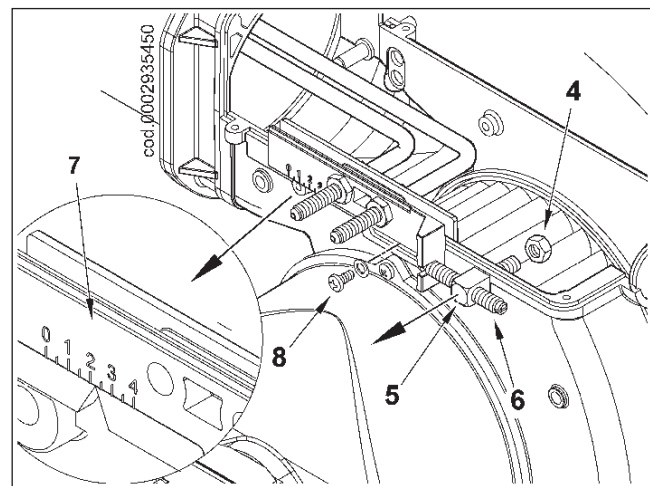

рис. 2
- Открутите гайку 4, расположенную внутри корпуса горелки, снимите собачку 5 вместе с винтом 6 регулировки положения узла смесителя (рис. 2).